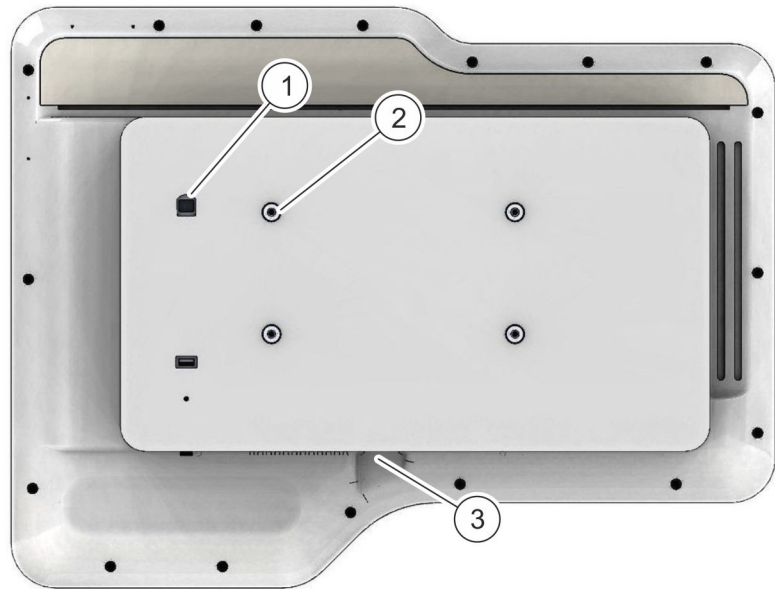

Abb. 3: VESA-Adapter am Terminal befestigen
1. Terminal am VESA-Adapter an den vier Befestigungsgewinden (Abb. 3/2) auf der Terminalrückseite mit den vier Schrauben (M5x20) anschrauben. Je Schraube eine Unterscheibe verwenden.
Ethernet-Kabel (Netzkabel) in den Ethernet-Anschluss (Abb. 3/1) auf der Rückseite des Terminals stecken.
- 6.** → Netzanschlussleitung in den Stromanschluss auf der Unterseite des Terminals (Abb. 3/3) stecken.